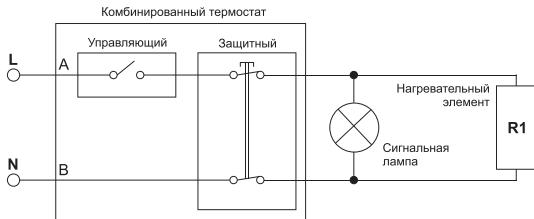
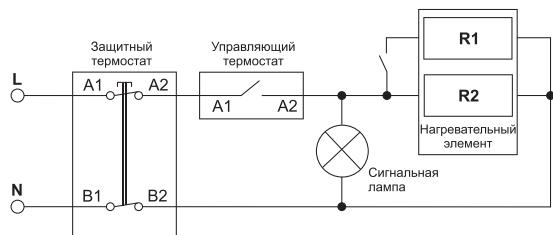

Рис. 7. Электрическая схема для моделей E-series, O'Pro, EGO, O'Pro+, OPro TURBO
Рис. 8. Электрическая схема для моделей Steatite (S4CM).
Подключение моделей O'pro (PC) (рис. 7) и моделей D400-2-BC, D325-2-BC, EXPERT, TURBO (рис. 8, 9, 10):
Подключение моделей O'Pro (PC) (рис. 7) и моделей D400-2-BC, EXPERT, TURBO (рис. 8, 9, 10):